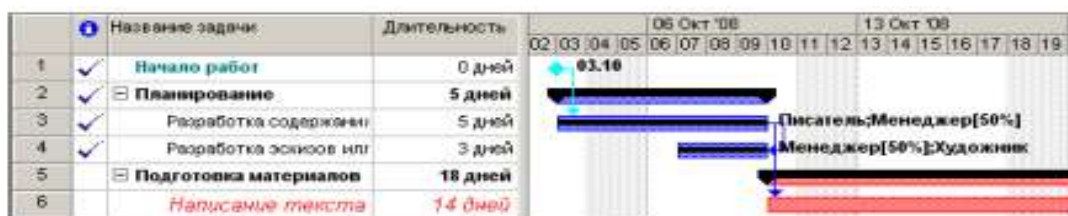

Рис. 48. Отметка о выполнении работ
• Закройте диалог (Обновление проекта) нажатием кнопки ОК. В информационном поле таблицы появятся отметки о выполнении указанных видов работ, а на диаграмме, внутри горизонтальных полосок соответствующих работ – черные полосы, отображающие процент выполнения этих работ, – 100% (рис. 48).